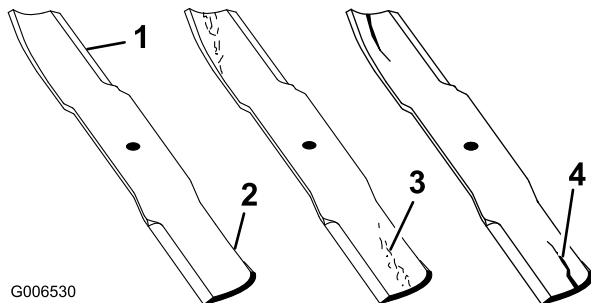

Bild 84
1. Untersuchen Sie die Schnittkanten (Bild 84). Entfernen und schärfen Sie die Messer, wenn die Schnittkanten nicht scharf sind oder Auskerbungen aufweisen. Siehe Schärfen der Messer (Seite 63).
2. Prüfen Sie die Schnittmesser, insbesondere den gebogenen Bereich (Bild 84). Wenn Sie Schäden, Verschleiß oder Rillenbildung in diesem Bereich feststellen (Bild 84), sollten Sie sofort ein neues Schnittmesser einbauen.